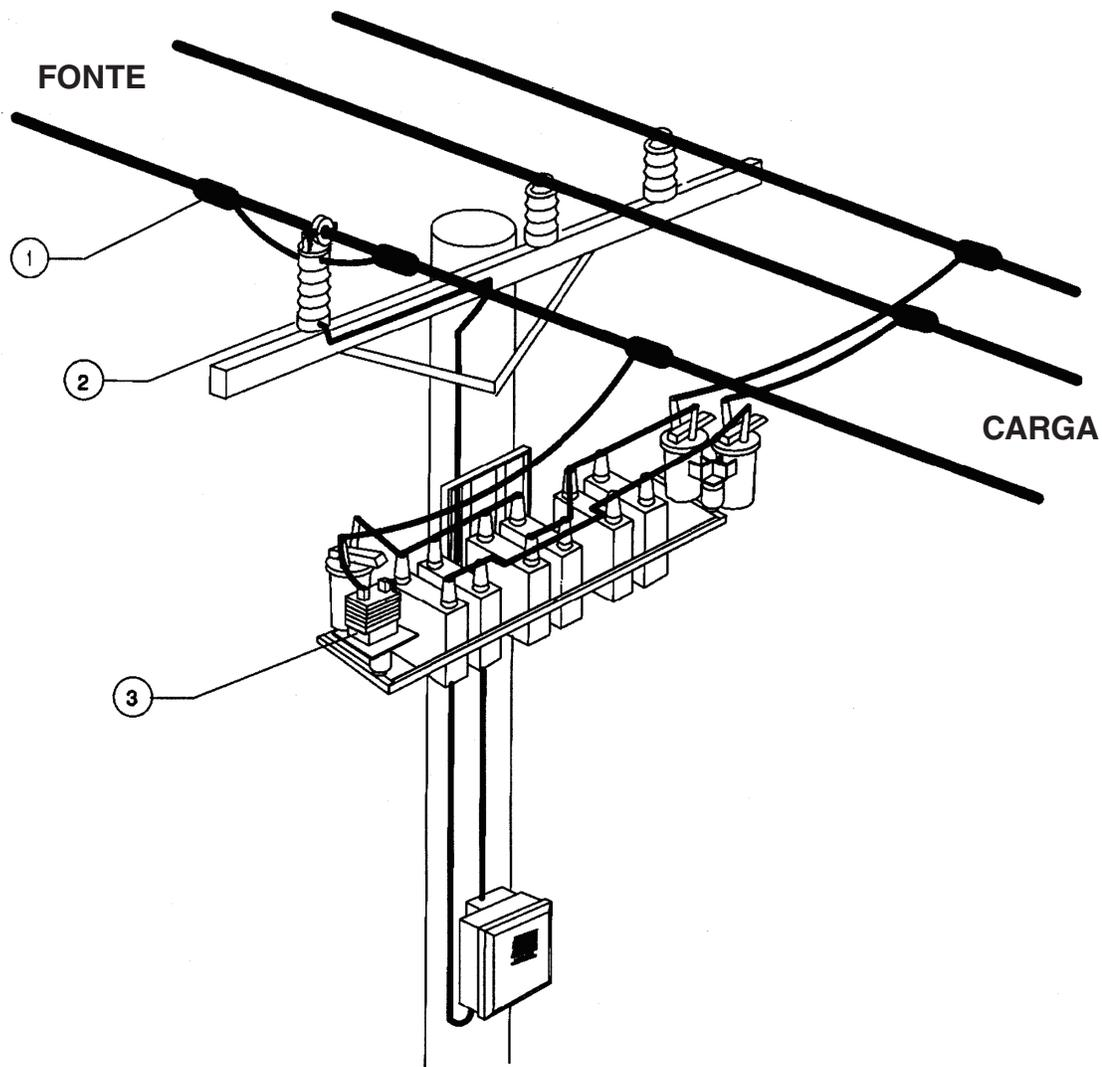

Figura 1. Instalação do sensor de corrente (somente para o Controlador IntelliCap com Var).
- Para obter os resultados mais precisos nos cálculos var, o controlador deve ser alimentado por um transformador de potencial (TP) dedicado que tenha pelo menos uma perna conectada à mesma fase utilizada pelo sensor de corrente.
- Instale o sensor de corrente no lado fonte da conexão do banco de capacitores. Ver Figura 1 na página 8. O lado fonte é o lado mais próximo da subestação durante a operação normal. O controlador mede o efeito do banco de capacitores no fator de potência quando o banco estiver conectado.
Detalhamento de observações para a Figura 1: